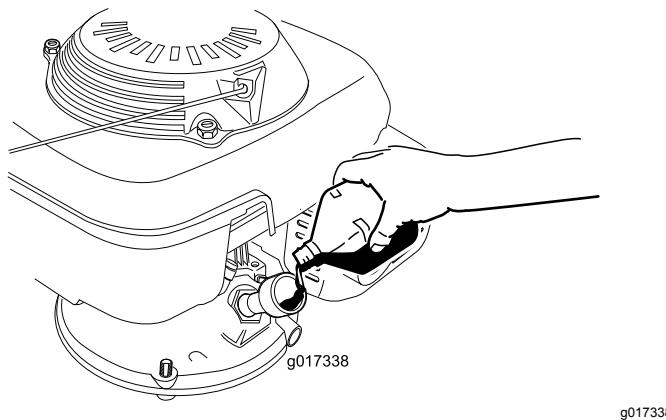

Figura 8
3. Vierta aceite **lentamente** en el tapón de llenado de aceite, espere 3 minutos y compruebe el nivel de aceite en la varilla limpiando la varilla e insertándola **sin enroscar** en el orificio (Figura 8).